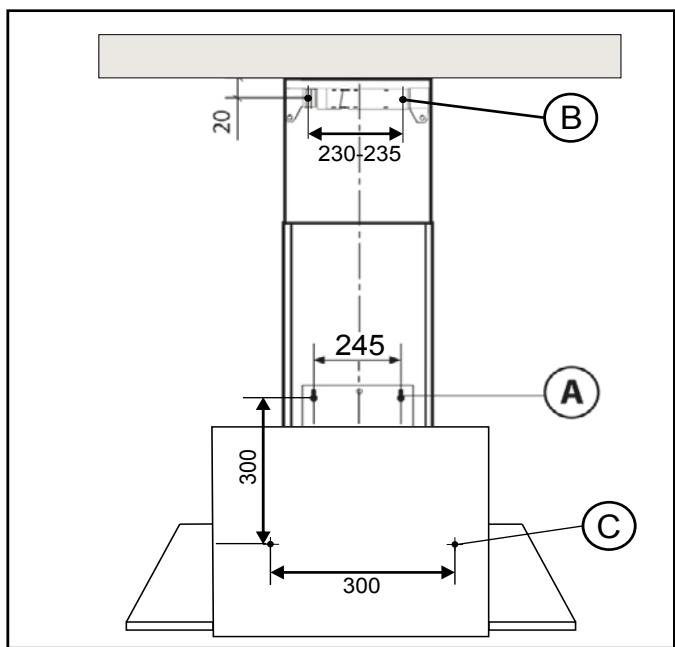

Fig.3
- Respetando las medidas, realice los 6 agujeros A-B-C de Φ 6, indicados en la **Fig.3**.
- Inserte los tornillos (**Fig.3-A**) sin apretar del todo y cuelgue la campana en ellos. Seguidamente fije el cuerpo de la campana en la pared mediante los dos tornillos internos (**Fig.3-C**).